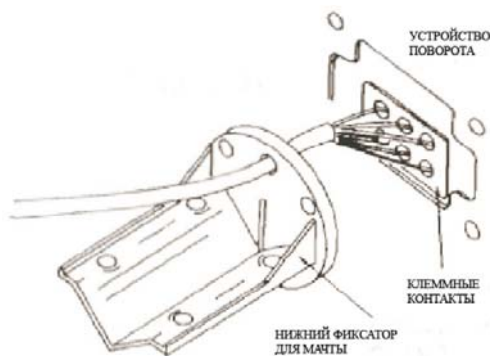

Рисунок 1
- (1) Протолкните один конец управляющего кабеля через изолирующую втулку в нижнем фиксаторе мачты, как показано на Рис. 1.
- (2) С особой осторожностью, чтобы не повредить изоляцию отдельных проводов, снимите около 50 мм внешней оболочки кабеля с каждого конца, а затем освободите от изоляции концы проводов на длину 15 мм.
- (3) Скрутите жилы каждого провода, сделайте на концах ушки размера, достаточного для того, чтобы в них проходили контактные винты в устройствах поворота и управления. Затем слегка залудите каждое ушко припоем (так должны быть подготовлены оба конца кабеля).